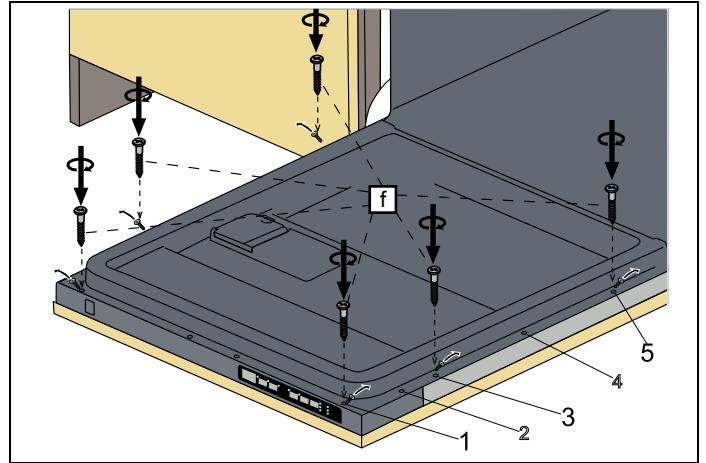

Fig. 27
- 6) Los tornillos situados en la puerta de madera se ajustan al lavavajillas en las descargas situadas en la lámina exterior de la puerta y se montan como se muestra en Fig. 27 .
- 7) Como se muestra en Fig. 27 , se instalan los tornillos $\varnothing 5/32'' \times 53/32''$ ($\varnothing 4 \text{ mm} \times 42,5 \text{ mm}$) en las posiciones I, III y V.